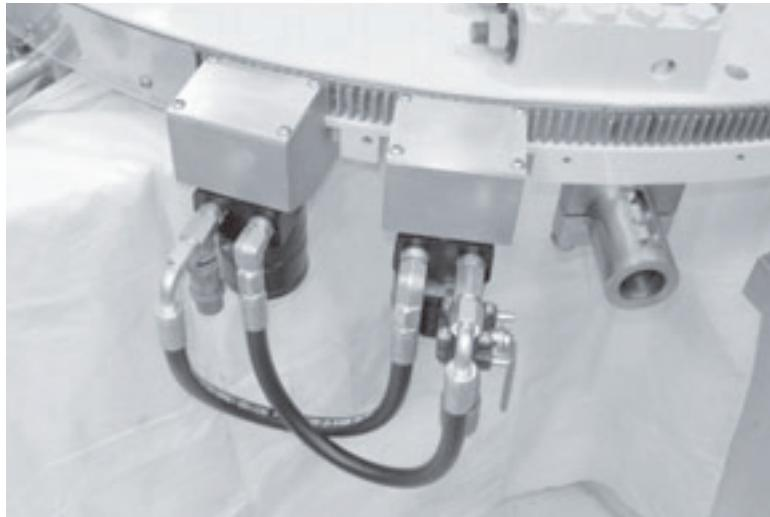

Рис. 3-8. На фотографии показан высокопрочный разъемный агрегат в конфигурации привода с двумя двигателями.
- Опциональный привод с двумя двигателями для повышения крутящего момента в низкоскоростных установках. См. Рис. 3-8.